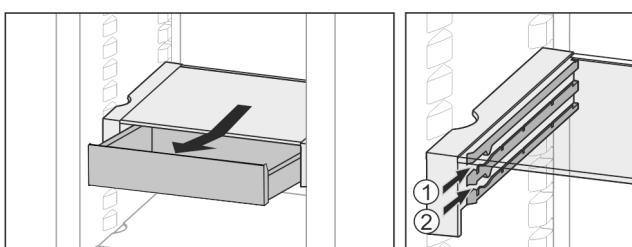

Fig. 22
- Zasuňte ju v ľubovoľnej výške Fig. 22 (1) alebo Fig. 22 (2).